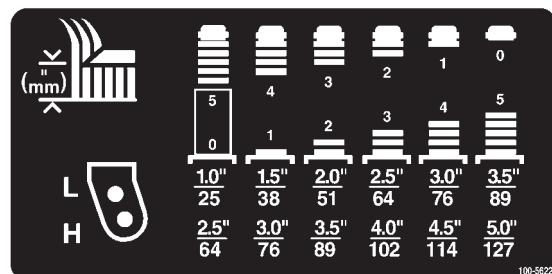

Figura 7
2. Coloque los ejes de las ruedas giratorias en el mismo taladro en ambas horquillas. Consulte en la figura 7 los taladros correctos para cada altura.
Consulte en la figura 7 las combinaciones de espaciadores para cada ajuste.